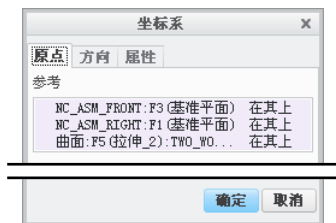
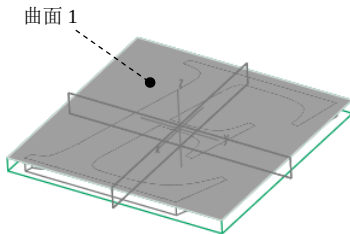

图 6.2.5 “坐标系”对话框
图 6.2.6 选取曲面 1
Step3. 机床坐标系设置。在“操作”操控板单击  按钮，在弹出的菜单中选择  命令，系统弹出图 6.2.5 所示的“坐标系”对话框。按住 Ctrl 键依次选择 NC_ASM_FRONT、NC_ASM_RIGHT 基准面和图 6.2.6 所示的模型表面作为创建坐标系的三个参照平面，单击 **确定** 按钮完成坐标系的创建，返回到“操作”操控板。